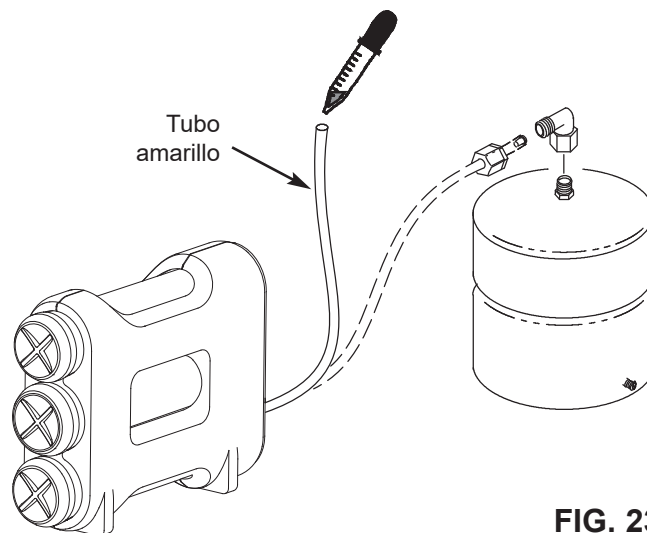

FIG. 23
Se recomienda desinfectar inmediatamente después de la instalación del sistema de ósmosis inversa. También se recomienda hacerlo tras darle mantenimiento a las piezas internas. Es importante que la persona que instale o le dé mantenimiento al sistema tenga las manos limpias mientras manipula las piezas internas. Para desinfectar el sistema, siga los pasos a continuación: Vea la Fig. 23.
4. Agregue 3 ml de cloro en el extremo abierto del tubo amarillo. Manipule el cloro según las recomendaciones del fabricante. Vea la Fig. 23.